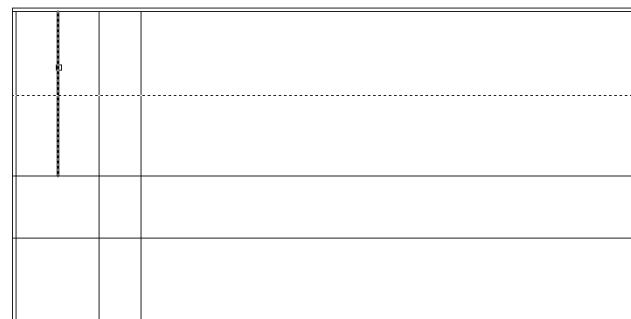

Рис. 4.13 ▼ Выбор линии, подлежащей обрезке
- Снова запустите команду **Обрезать** (Trim), нажав **Enter**, и обрежьте ту же вертикальную линию сверху, выбрав в качестве секущего ребра горизонтальную линию, показанную на рис. 4.13 пунктиром.